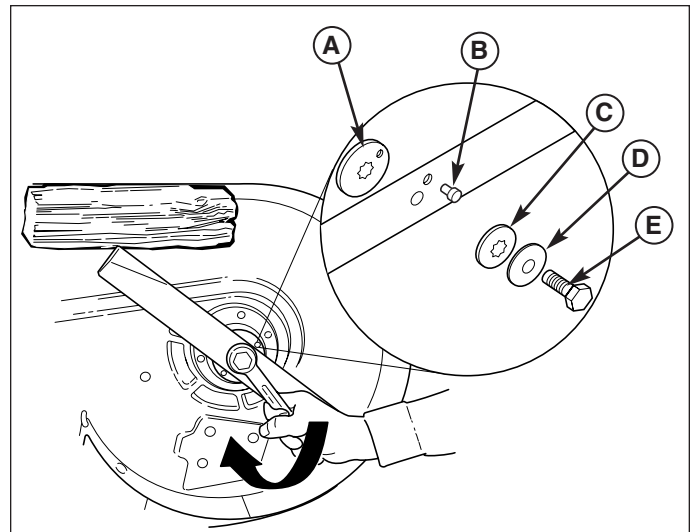
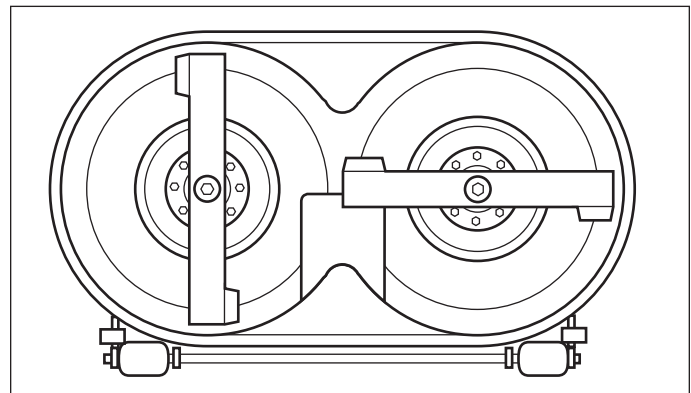

Figure 25. Installation de la lame
Figure 26. Distribution des lames
4. Installer les nouvelles lames en faisant pointer, vers le haut et vers la plate-forme, les languettes de levage (Figure 25). Attacher au moyen de la vis (E, Figure 25), de la rondelle à ressort (D), de la rondelle cannelée (C), et la goupille d'alignement (B) (s'assurer que la rondelle cannelée est alignée avec l'arbre moteur). Utiliser un bloc de bois pour empêcher la rotation de la lame et serrer les vis à un couple de torsion de 61-75 N.m. (45-55 ft.lbs.).
5. Vérifier que les lames de tondeuses sont synchronisées perpendiculaires l'une par rapport à l'autre (voir la Figure 26). Si ce n'est pas le cas, enlever la lame et faire tourner l'adaptateur (A, Figure 25).
2. Vérifier que les lames de la tondeuse sont perpendiculaires l'une par rapport à l'autre (Figure 26). Si ce n'est pas le cas, enlever la lame et faire tourner l'adaptateur (A, Figure 25) en suivant la procédure indiquée dans Entretien des lames de tondeuse.